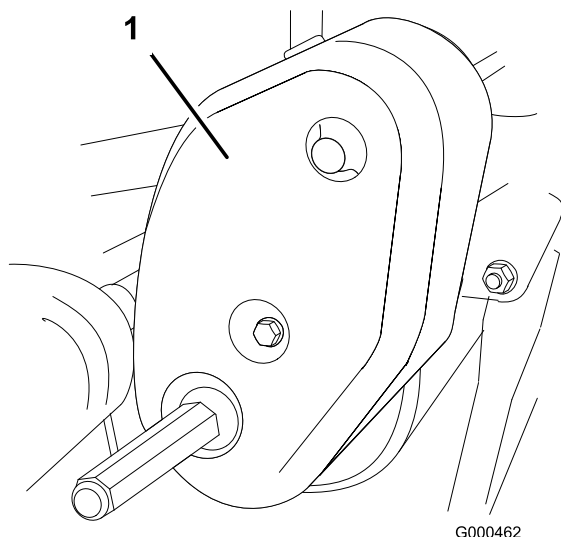

Figura 38
1. Retire las fijaciones de la cubierta de la correa y la cubierta para tener acceso a la correa (Figura 38).